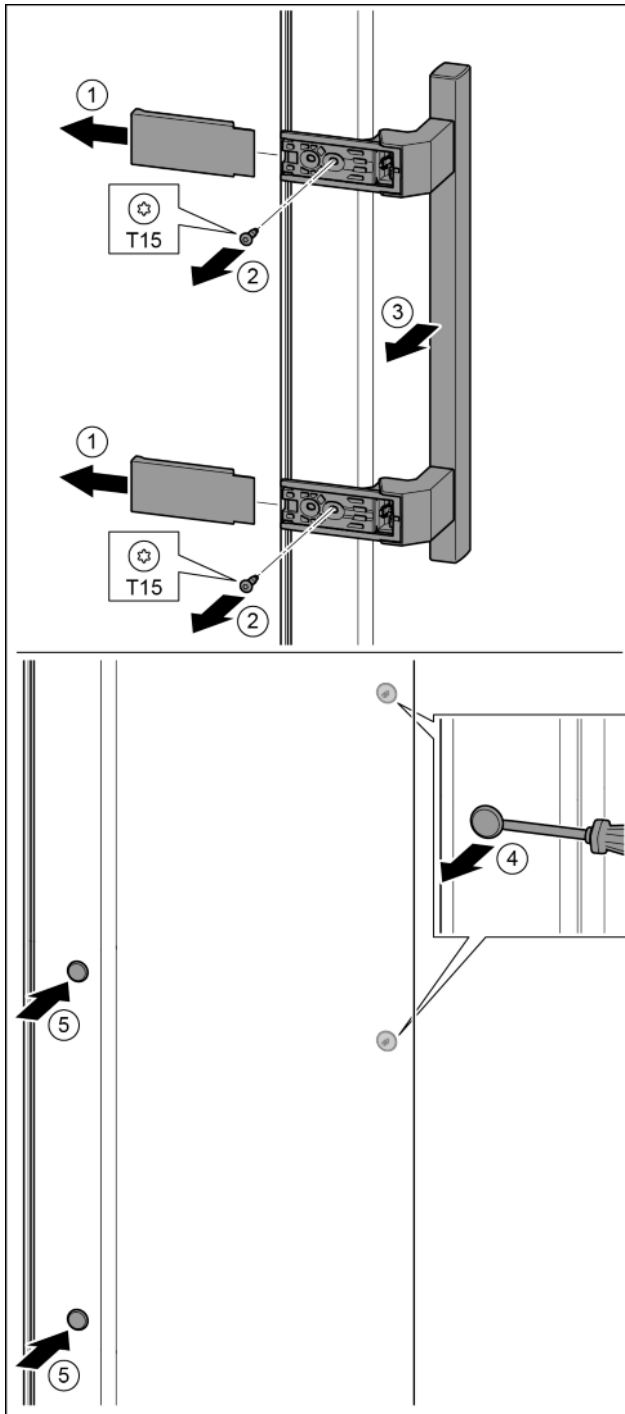

Fig. 31
- ▶ Abdeckung abziehen. Fig. 31 (1)
- ▶ Schrauben mit Schraubendreher T15 herausdrehen. Fig. 31 (2)
- ▶ Griff abnehmen. Fig. 31 (3)
- ▶ Seitlichen Stopfen vorsichtig mit einem Schlitzschraubendreher anheben und herausziehen. Fig. 31 (4)
- ▶ Stopfen auf der anderen Seite wieder einsetzen. Fig. 31 (5)